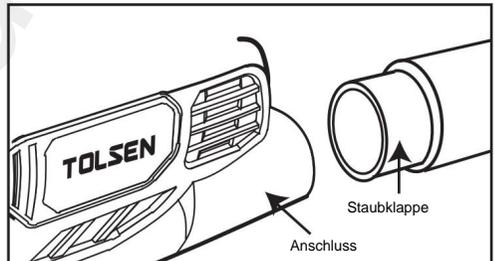

Abbildung 5
2. Wenn Sie einen Staubschacht wünschen (separat erhältlich) anbringen, ausrichten Stifte am Staubschacht mit Rillen in Anschluss. Drücken Sie den Staubschacht hinein und drehen Sie ihn im Uhrzeigersinn, um ihn zu sichern. Siehe Abbildung 5 unten.